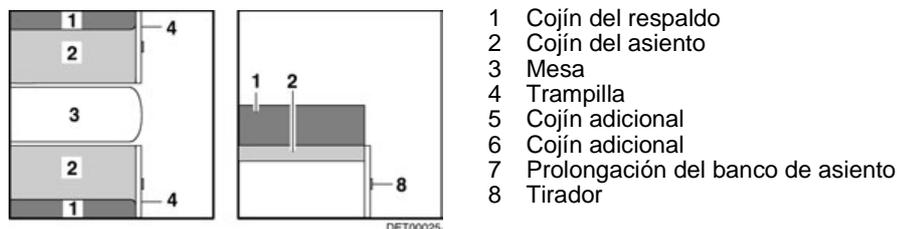

Fig. 94 Antes de ampliar
- Ampliar la mesa (Fig. 94,3) (véase apartado 7.7).
- Tirar del asidero (Fig. 94,8) y abrir la trampilla (Fig. 94,4).